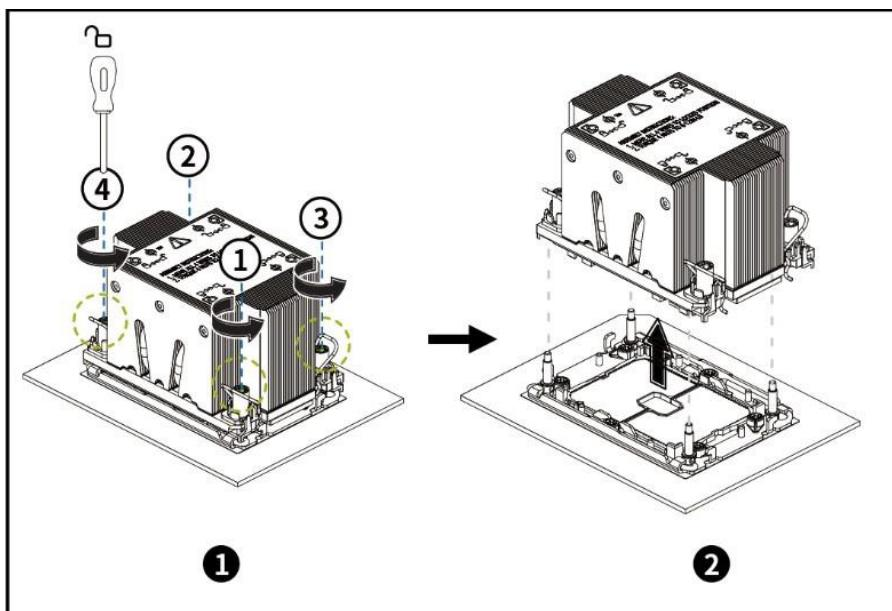

Рисунок 61 – Демонтаж радиатора и процессора
- С помощью отвертки T-20 выкрутите 4 винта на радиаторе в следующем порядке (см. рисунок 61): 4→3→2→1 (Значение крутящего момента: 1 Нм).